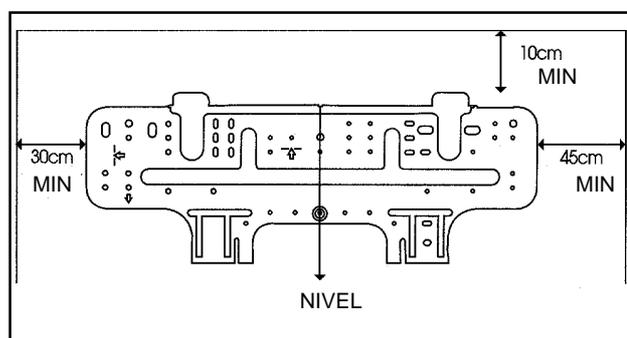

FIGURA 15
- Fixe-o à parede com parafusos auto-atarraxantes através dos furos próximos à borda externa dele, como mostrado na Figura 15 (Coloque parafusos em todos os furos superiores).